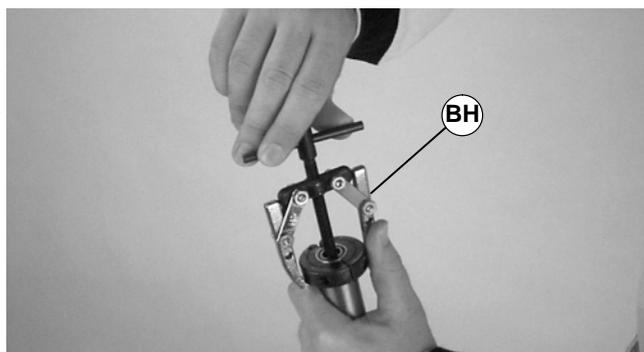

Abbildung 41
3. Mit einem Abzieher (BH siehe Abbildung 41) das/die Lager ausbauen und entsorgen.